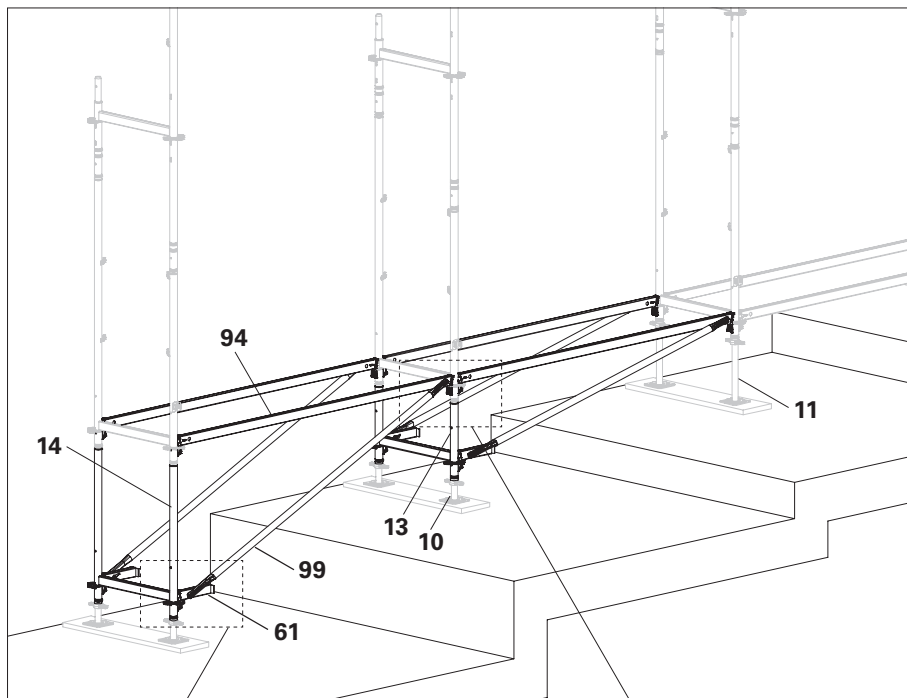

Bild B1.02
Om terrängen lutar sig eller har höjdskillnader ska ställningen justeras med justeringsram EVA 50 (13) eller EVA 100 (14) till terrängens förlopp (se bild B1.02 på nästa sida).
1. Montera horisontalbalk UH Plus (94) i rosetten på grundramen EVB.
2. Montera ställytor UC 33 (61) på $\frac{3}{4}$ -rosetterna av justeringsram EVA (13/14). Slå fast kilar. (Bild B1.02)